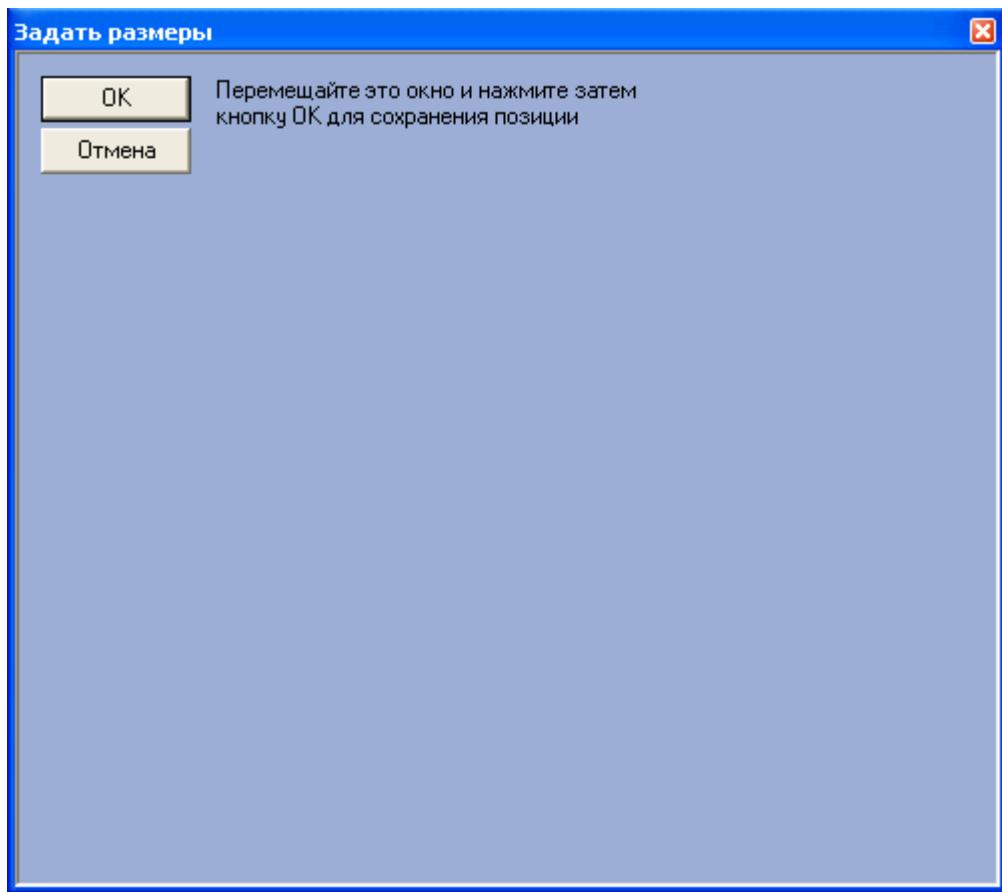

Рис. 7.8—3. Визуальный метод задания координат
Для этого следует нажать кнопку (см. Рис. 7.8—2, 4) и, используя мышь, задать требуемый размер и положение тестового окна, после чего нажать «OK» (Рис. 7.8—3). Координаты тестового окна будут автоматически рассчитаны и скопированы в поля «X», «Y», «W» и «H».
5. В том случае, если требуется разрешить перемещение компонента «Оперативный монитор», установить флажок «Разрешить перемещение» (см. Рис. 7.8—2, 5).
6. Для сохранения внесенных изменений нажать кнопку «Применить» (см. Рис. 7.8—2, 6).